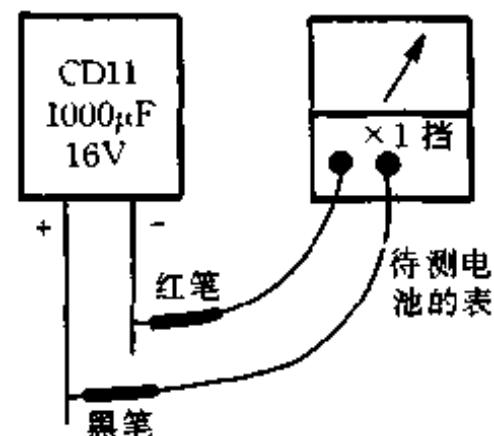

图 262
(2) 将待测电池的表拨至最小电阻挡(如“ $\times 1$ ”挡), 对准备好的漏电流小的大电解电容(一般应大于 $100\mu F$)充电, 几秒后即可取下, 再速拨至 10V 挡测电容两端电压, 其初始值即为表内电池电压(图 262)。若用 2.5V 挡测, 电容放电将很快(特别是对内阻小的表), 不易测准数值。由于指针的惯性, 不能误以为表针开始达到的最大值就是电容电压。此法若查“ $\times 10k$ ”挡电池, 因充电时间太长, 并不方便。此法的另一缺点是, 不能查出电池能输出的最大电流。